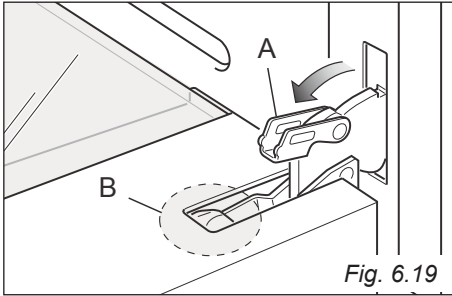
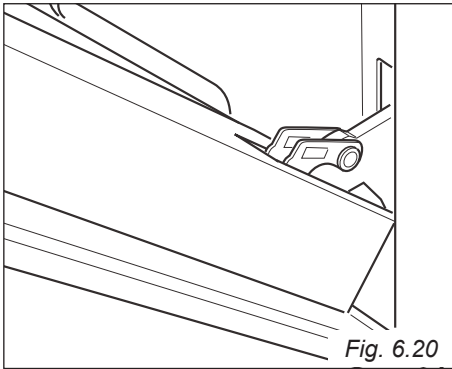

Fig. 6.19
Fig. 6.20
- Ouvrez complètement le levier "A" sur les charnières de gauche et de droite (fig. 6.19).
- Refermez doucement la porte (fig. 6.20) jusqu'à ce que les leviers "A" des charnières gauche et droite s'accrochent sur la partie "B" de la porte (fig. 6.19).